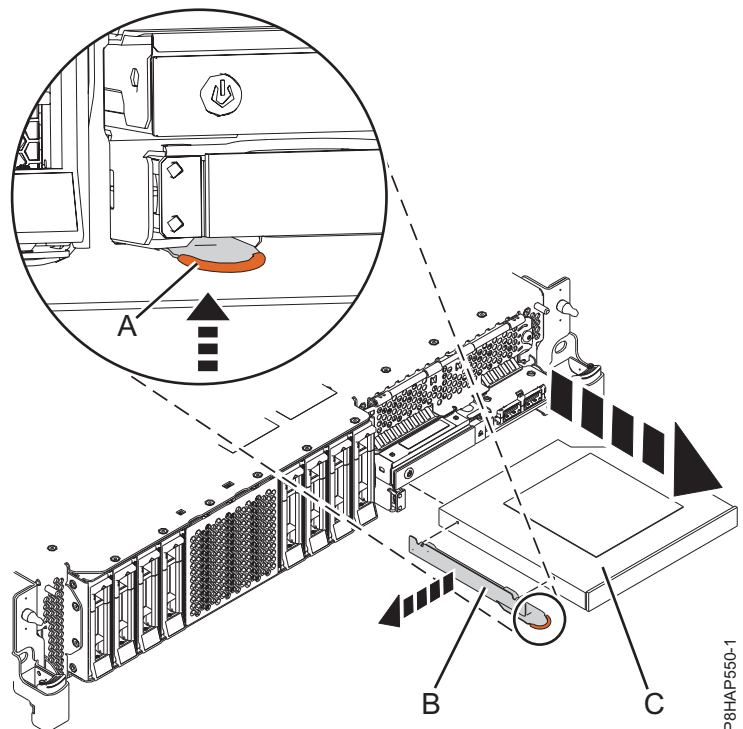
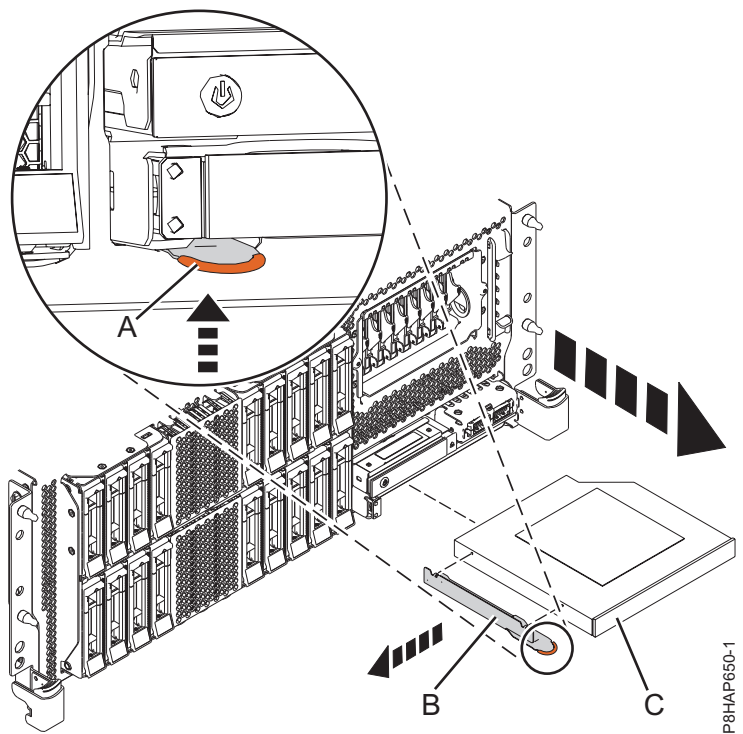
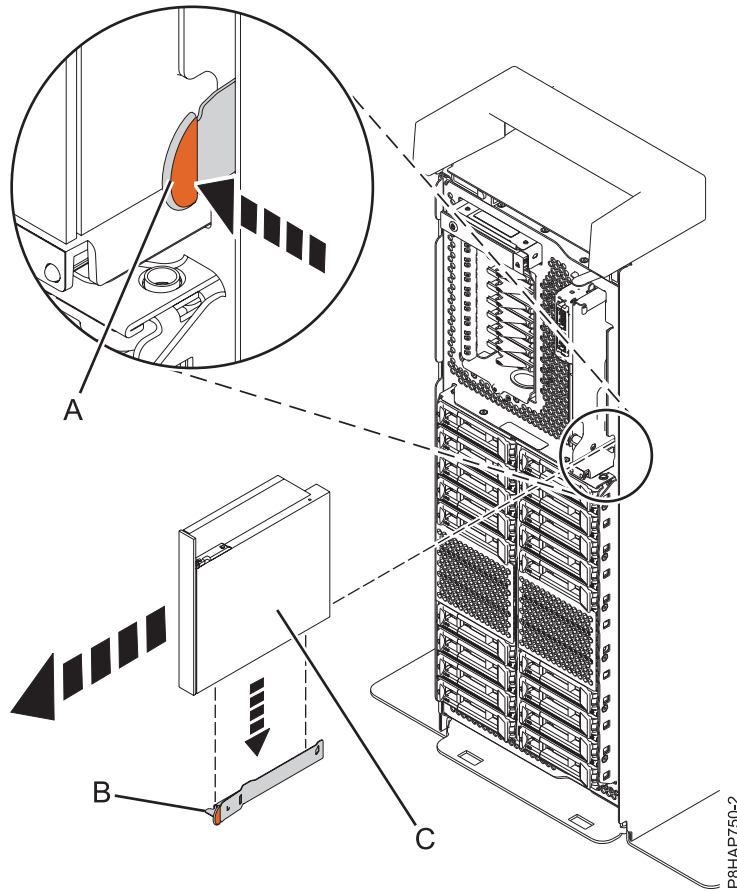

Figure 53. Retrait d'une unité de stockage extra-plate d'un système 5148-21L, 5148-22L, 8247-21L, 8247-22L, 8284-21A, ou 8284-22A
Figure 54. Retrait d'une unité de stockage extra-plate d'un système 8247-42L, 8286-41A ou 8286-42A monté en armoire
Figure 55. Retrait d'un unité de stockage extra-plate d'un système autonome
Pour un système 5148-21L, 5148-22L, 8247-21L, 8247-22L, 8284-21A, ou 8284-22A, voir figure 53, à la page 63, pour un système 8247-42L, 8286-41A ou 8286-42A monté en armoire, voir figure 54, à la page 63
63, ou pour un système 8286-41A autonome, voir figure 55, à la page 64.
3. Tirez l'unité de stockage extra-plate (C) hors du système, dans le sens indiqué dans figure 53, à la page 63, figure 54, à la page 63 ou figure 55.
4. Si vous retirez l'unité de stockage extra-plate dans le cadre d'une autre procédure de maintenance, ne retirez pas le crochet de fixation (B) de l'unité de stockage extra-plate.
5. Si vous retirez une unité de stockage extra-plate défectueuse et la remplacez par une nouvelle unité de stockage extra-plate, vous devez retirer le crochet de fixation (B) pour l'utiliser avec la nouvelle unité de stockage (média). Retirez le crochet de fixation en tenant le point de contact en terre cuite et en le sortant de l'unité de stockage (média) comme illustré dans figure 53, à la page 63, figure 54, à la page 63 ou figure 55.
6. Conservez le crochet de fixation (B) dans un endroit sûr.